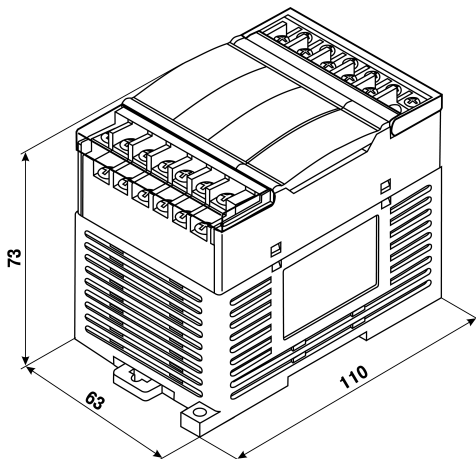

Рисунок 5.1 – Габаритный чертеж ПР110-х.8х.4х
1. Убедиться в наличии свободного пространства для подключения прибора и прокладки проводов (см. *рисунок 5.1* и *рисунок 5.2*).